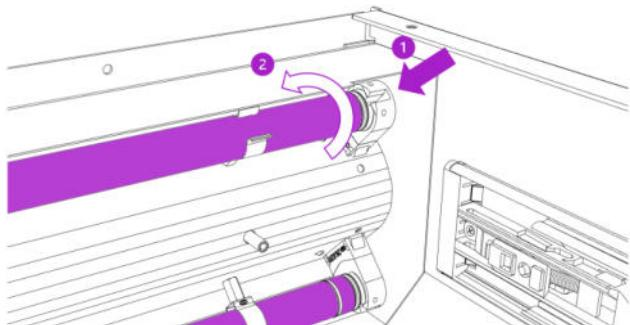

Abb. 18
1. Neues Leuchtmittel wie in Abb. 18 (1) einsetzen. Leuchtmittel um 90° in Pfeilrichtung (2) drehen, bis ein Klickgeräusch zu hören ist. **Beachten:** Zum Betrieb müssen immer zwei Leuchtmittel eingesetzt sein.